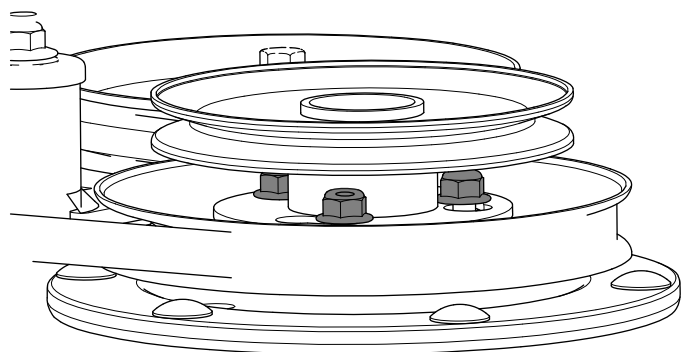

Figure 6
3. Tournez la poulie pour la bloquer en position et installez les écrous à embase (Figure 6).